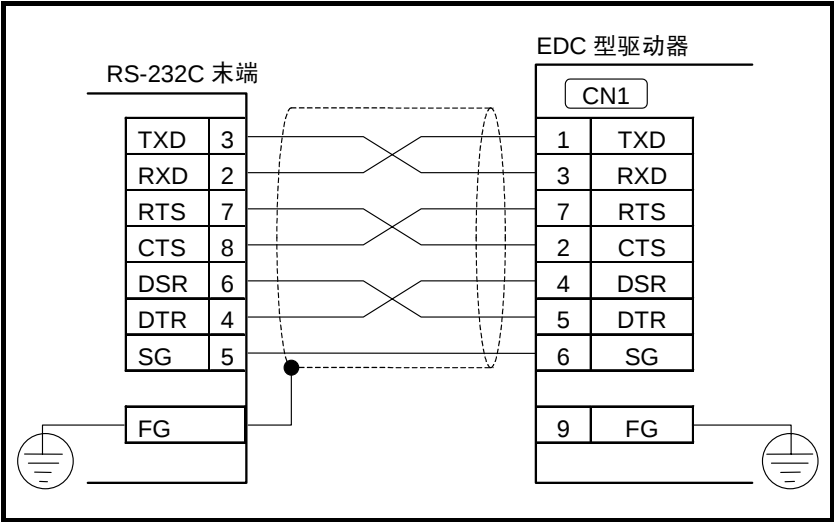
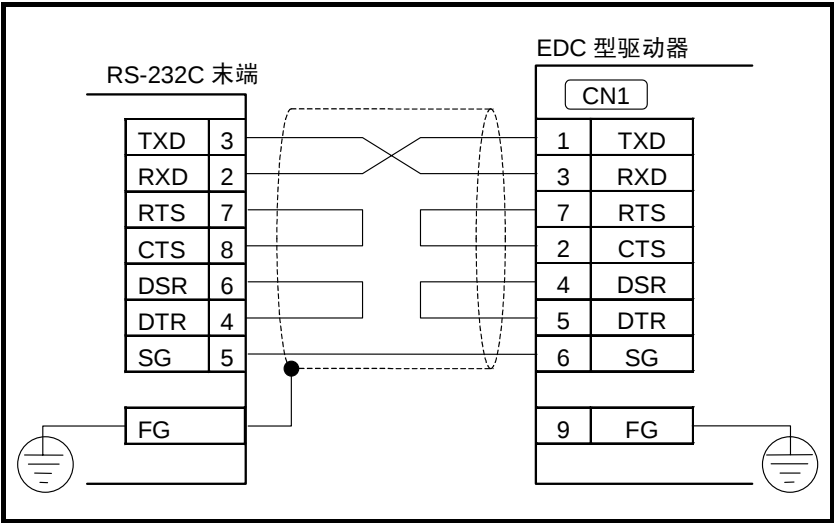

图 A- 15: RS-232C 的接线，有流量控制
图 A-16: RS-232C 的接线，无流量控制
- 「图 A- 15：RS-232C 的接线，有流量控制」，「图 A-16：RS-232C 的接线，无流量控制」为 RS-232C 末端与 DOS 兼容机（D-sub9 引脚连接器）相连接时的接线例。